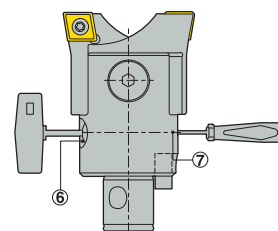

рис. 4 Отключение соед. механизма
Для независимой настройки диаметров держателей пластин, соединительный механизм между ними должен быть отключён отпусанием зажимного винта (7) на один оборот (используйте подходящую отвёртку для винтов Torx - Torxplus) надёжно удерживая регулировочный винт (6) (рис. 4). Теперь есть возможность независимой регулировки: регулировочные винты (5) и (6) управляют перемещением каждого из держателей независимо (рис. 5).